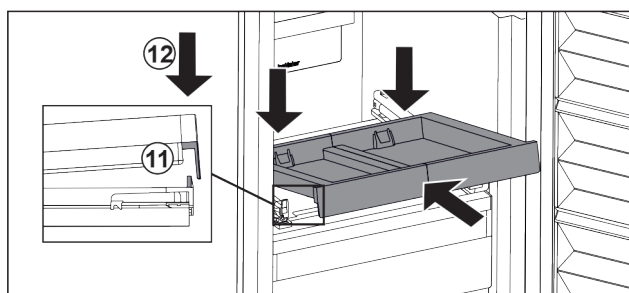

Fig. 143
- ▶ Inserire in modo inclinato. Assicuratevi che l'arresto sia dietro la linguetta su entrambi i lati. Fig. 143 (11)
- ▶ Abbassare il ripiano estraibile nella parte anteriore. Fig. 143 (12)